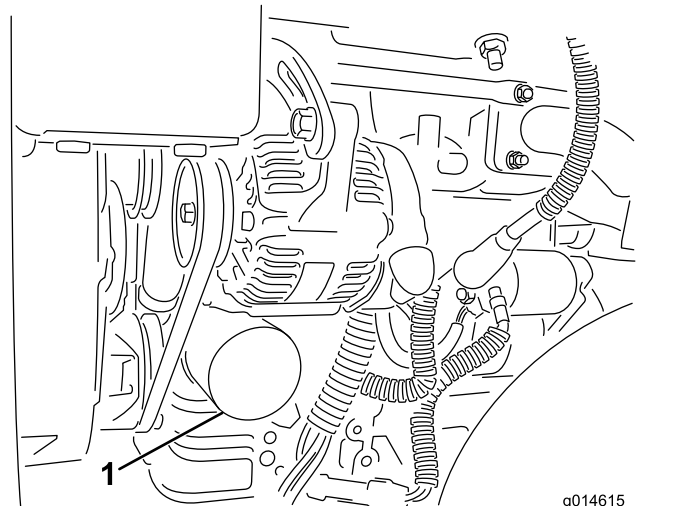

Figura 34
2. Retire el filtro de aceite (Figura 34). Aplique una capa ligera de aceite limpio a la junta del filtro nuevo.